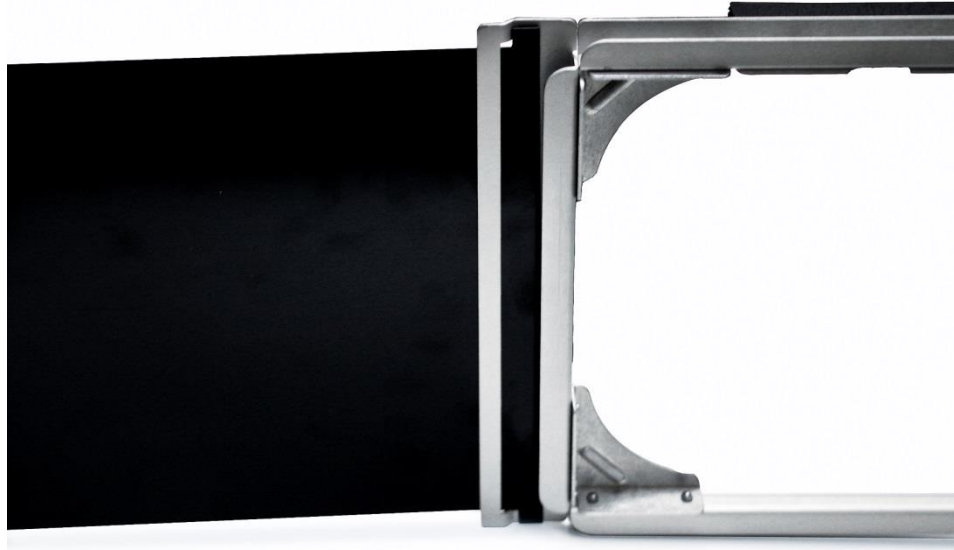

Figura 26: Coloque la tela de la Campana y Postes de Apoyo al Marco y Ensamblaje de Base
3. Inserte las aletas en las ranuras de la parte del marco donde la campana de tela está unida al canal en U del marco (ver Figura 26). Utilizar las diferentes longitudes de solapa para adaptarse a diferentes anchos de gabinetes.